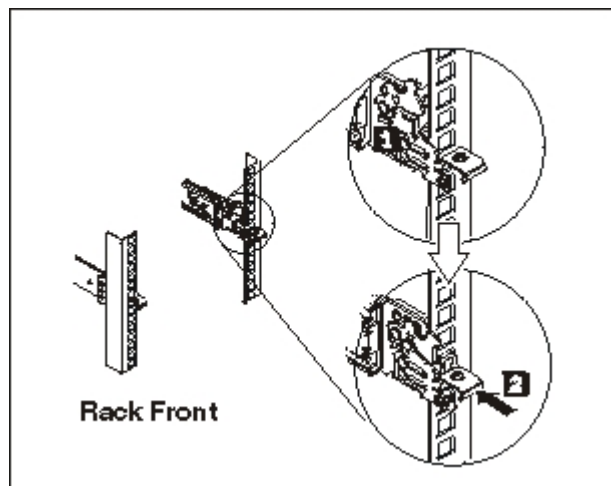

Figura 11. Instalar a parte da frente dos trilhos deslizantes
3. Instale a extremidade frontal dos trilhos deslizantes, conforme mostrado em Figura 11 na página 21.